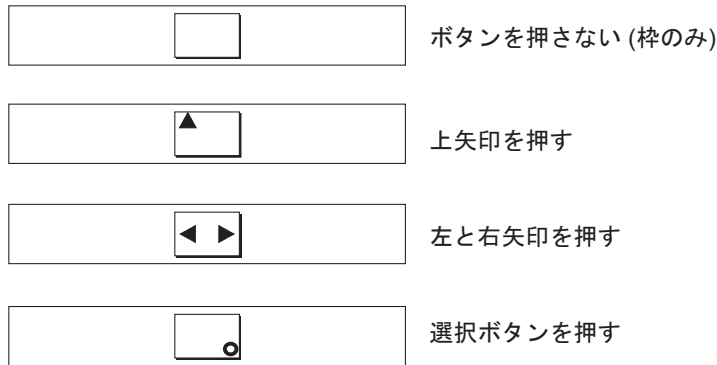

図 122. ボタンを押した場合のフロント・パネル表示
3. 上移動、下移動、左移動、右移動の各ボタンを押して、それらが作動しているか検査する。152 ページの図 122 では、ボタンを押したときにフロント・パネルに表示される 4 つの例を示しています。ボタンのテストが完了したら、選択ボタンを 5 秒間押し続けたままにして、テストを終了します。